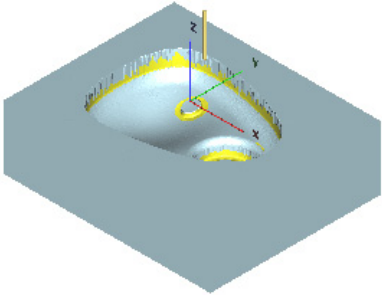

图 3-196 仿真模拟结果（6）
6) 仿真模拟。单击“加工向导”工具栏上的“高级仿真”按钮，弹出“高级仿真”对话框，选中所创建的加工，单击确定按钮；在弹出的“Cimatron’s Verifier”对话框中验证加工效果，如图 3-196 所示。